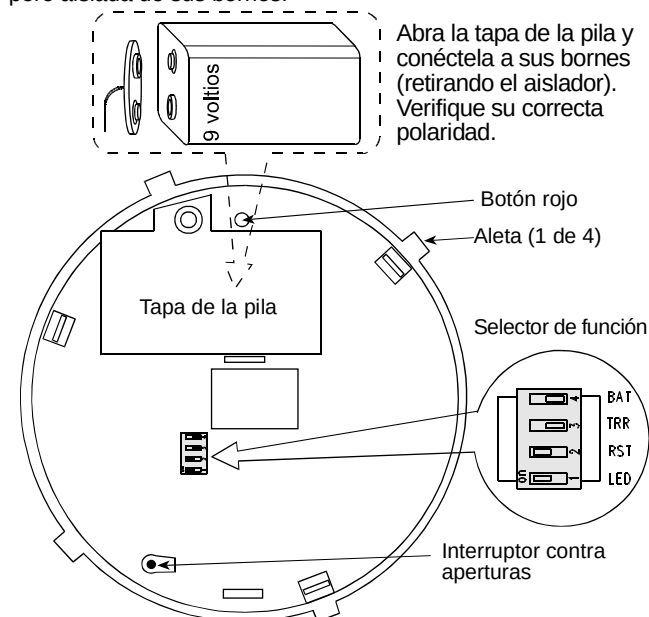

Figura 3. Parte Posterior del Detector de Humo
El MCT-425 cuenta con un selector de función, que es un interruptor dual en línea, de 4-posiciones (ver Figura 3). Los microinterruptores están numerados de 1 a 4 (SW-1 a SW-4), y cada uno permite seleccionar una de dos opciones.
Un interruptor posterior de protección contra aperturas está montado bajo la placa del panel de control. Este interruptor, que se encuentra en una ranura de la base (ver Figura 3), es presionado contra el soporte, cuando la unidad es fijada a éste.
B. Sustituya la pila (ver Figura 3).